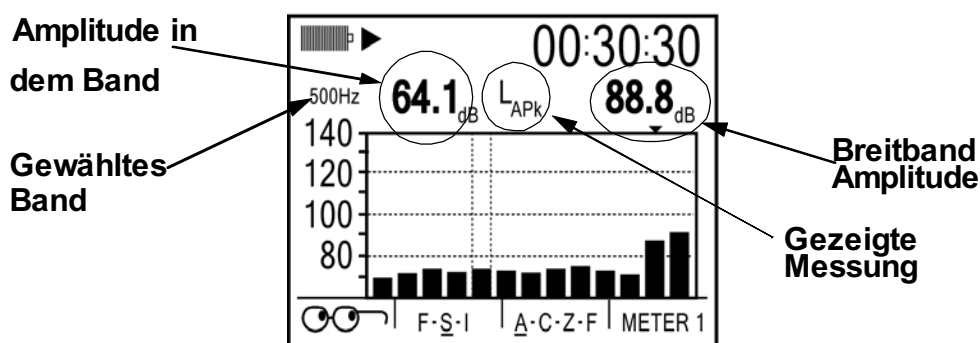

Bild 7-5: Balkendiagramm für Filtermessung
Bild 7-5 zeigt die Balkendiagramm Anzeige für eine Oktavanalyse. Bei Terz-Analysen ist die dreifache Zahl von Balken zu sehen.
- **Breitband Amplitude** ~ Die letzten beiden Balken stehen für die Breitband Messwerte für die beiden Messgeräte, Meter 2 ist rechts außen. Der Breitband Messwert wird numerisch nur für das gewählte Messgerät (hier METER1) angezeigt (siehe Bild 7-5).